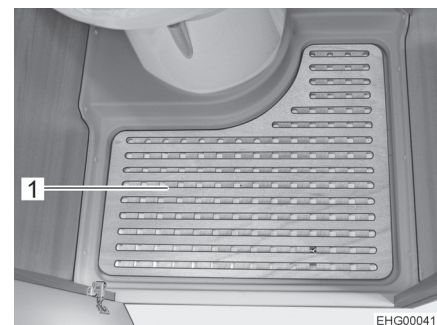

Fig. 80 Piastra del pavimento rimovibile
- Rimuovere la piastra del pavimento (Fig. 80,1) per utilizzare la doccia.